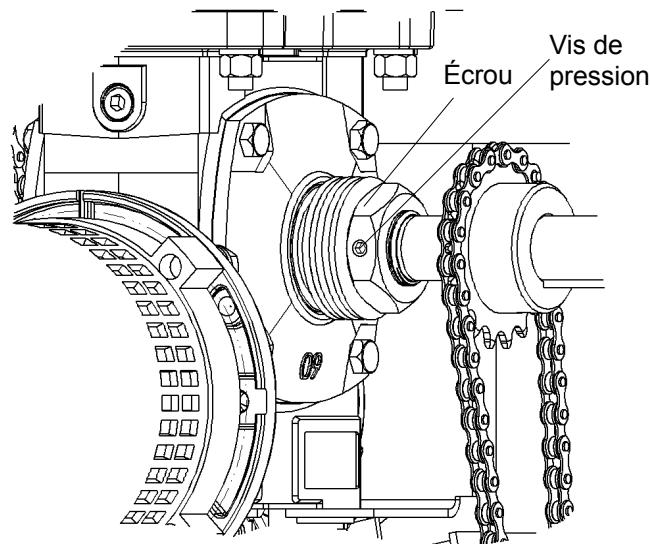

Figure 30 - Ajustement du limiteur de couple
1. Dé-serrer la vis de pression du limiteur de couple, voir Figure 30.